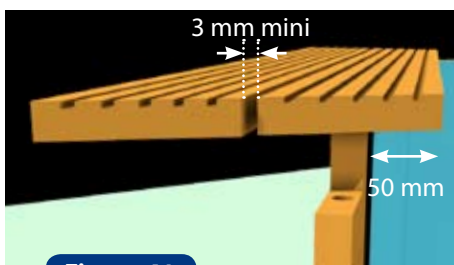

Figure 41
- Faites dépasser la margelle de 50 mm vers l'intérieur (de façon à créer un « casse vague ») (figure 41).
- Laissez un espace de 3 mm environ entre les deux margelles (figure 41).